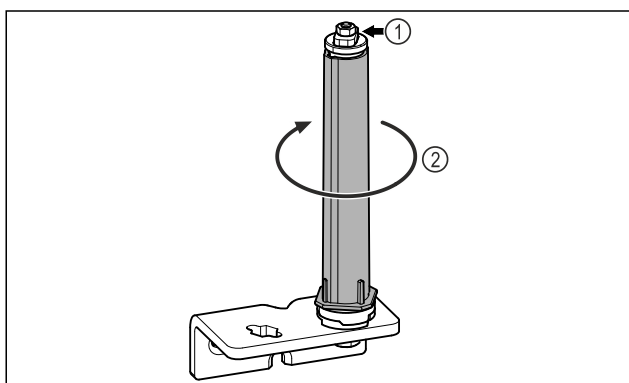

Fig. 23
- Nerozoberajte systém zatvárania dverí Fig. 23 (1).
- Otáčajte systém zatvárania Fig. 23 (2), kým nezacvakne.